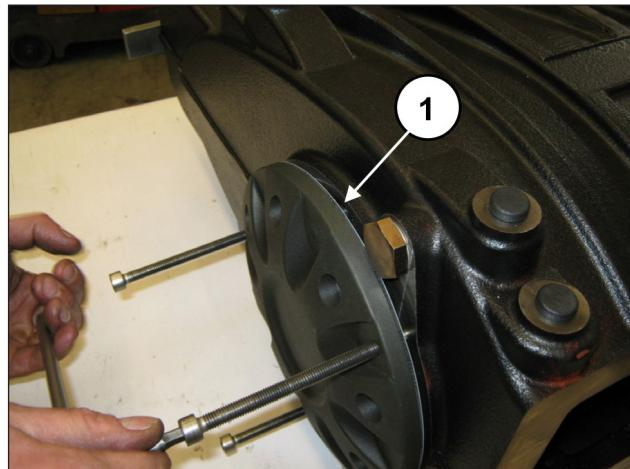

图 29
逐渐拧紧3个M8螺栓（位置①，图 29），以防止盖子倾斜过多并在底座上卡住。